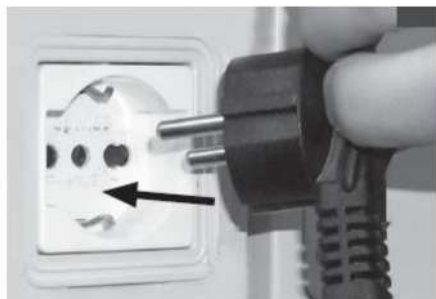

Рис. 8
2. Подключите вилку электрокабеля питания в соответствующую розетку, имеющую контакты заземления (Рис. 8), предварительно проверив, что выключатель реле давления 2 (Рис. 9, Рис. 10) находится в положении выключено «О» (OFF).